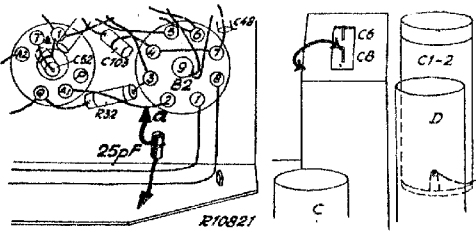

Fig.1
2. Detectorversterker GM 2404 of een ander ontvangtoestel via een condensator van 25 pF aansluiten op de anode van B2. (fig.1).